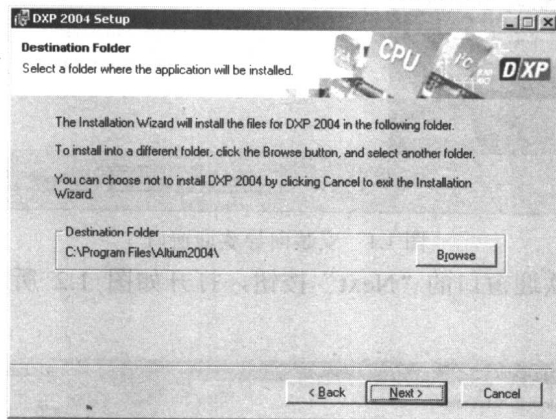
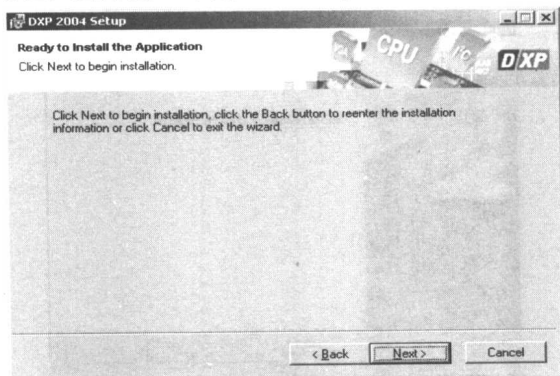
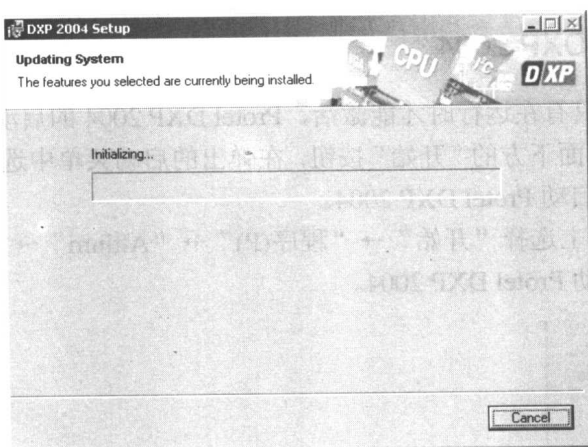

图 1.4 安装路径选择窗口
图 1.6 准备安装窗口
图 1.7 文件复制窗口
(4) 在用户信息输入窗口中的“Full Name”编辑框内输入用户名称，在“Organization”编辑框内输入单位名称。在使用权限选项中，若选择使用权限的范围“Anyone who uses this computer”单选项，则表示这台计算机上的所有用户都能使用 Protel DXP 2004；若选择“Only for me”单选项，则表示只有当前安装 Protel DXP 2004 的用户才能使用 Protel DXP 2004 软件。选择“Anyone who uses this computer”，单击“Next”按钮，打开如图 1.4 所示的安装路径选择窗口。
(6) 在安装路径选择对话框中选择安装路径, 单击“OK”按钮, 确定安装路径, 再单击如图 1.4 所示的安装路径, 选择窗口中的“Next”按钮, 打开如图 1.6 所示的准备安装窗口。
(7) 确定以上安装信息设定无误后, 单击如图 1.6 所示的准备安装窗口中的“Next”按钮, 打开如图 1.7 所示的文件复制窗口。